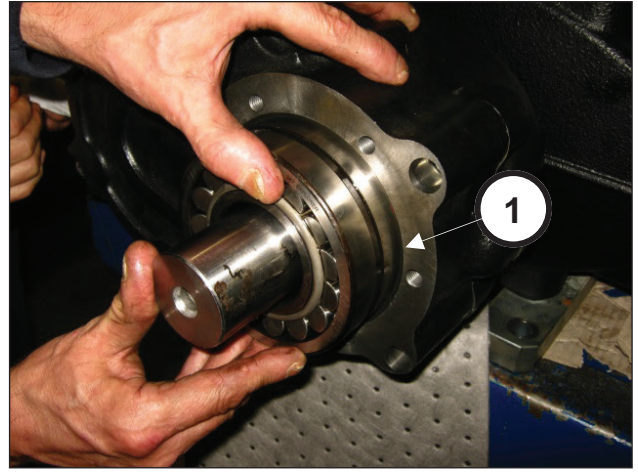

图74
将60x130x46轴承插入小齿轮 (部件号①, 图74)。